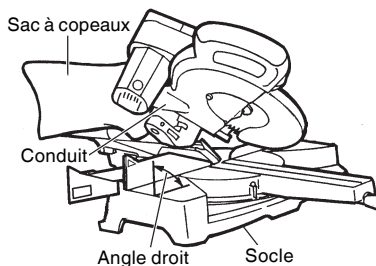

Fig. 50
- (1) Si le sac à copeaux est plein, les copeaux sortent du sac quand la lame tourne. Vérifier le sac à copeaux périodiquement et le vider avant qu'il ne soit plein.
- (2) Lors d'une coupe de biseau ou d'une coupe mixte, fixer le sac à copeaux à angle droit sur la surface du socle comme indiqué à la Fig. 50.